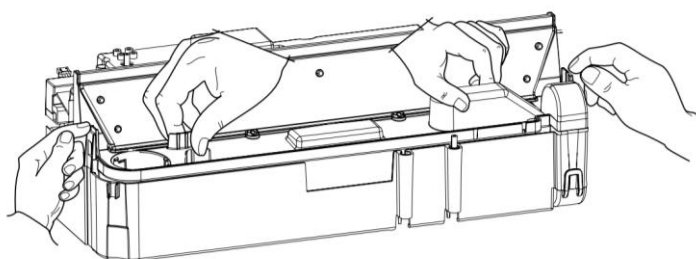

Fig 28
5. Er zijn twee oranje klemmen die de sproeikop op de opvangbak vasthouden: één aan de linker- en één aan de rechterkant van de sproeikop. Druk aan de linkerkant met één hand de klem in en til met de andere hand de sproeikop uit de klem. Herhaal dit aan de rechterkant (afb. 28).